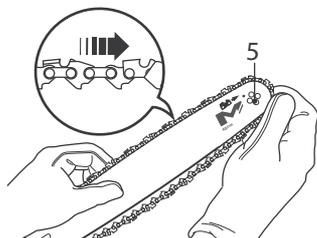

Fig. 5
- > Enfilez la chaîne dans la rainure autour du guide-chaîne (Fig. 5).